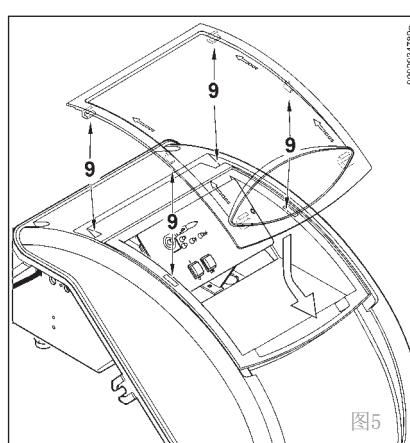

图5
- 为了正确安装好透明的盖板，如图5所示，对应各自的点（9）定位挂钩，并按箭头方向滑动门直到听到轻微的接触。这时就可以确保密封良好。